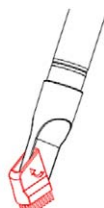

Fig. 11
2. Ca în **Fig.11**, atașați o perie mică pentru a curăța canapeaua, perdelele și praful de pe ornamente.